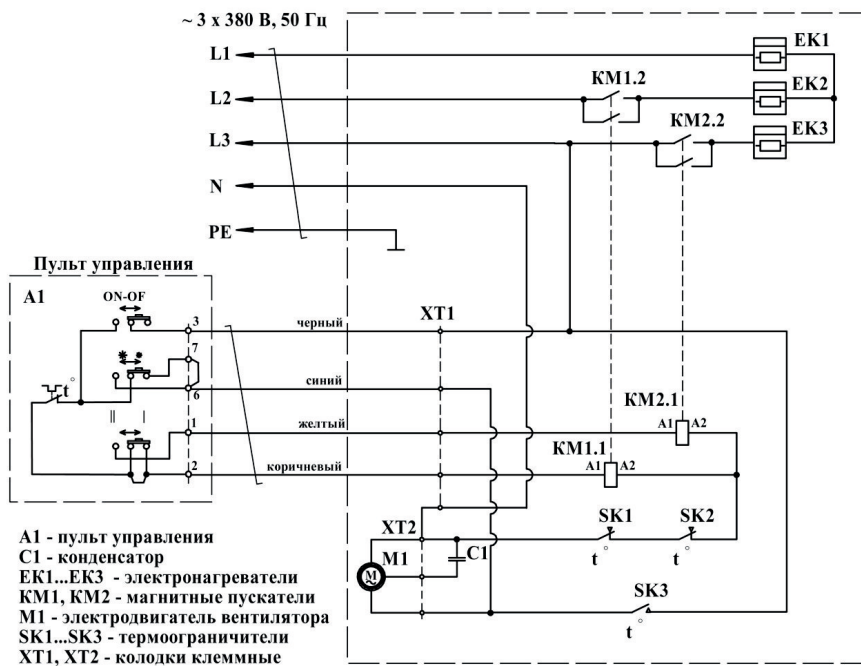

Рис. 3 Электрическая схема
5.5 Электрическая схема завес приведена на рис. 3 Приложения.